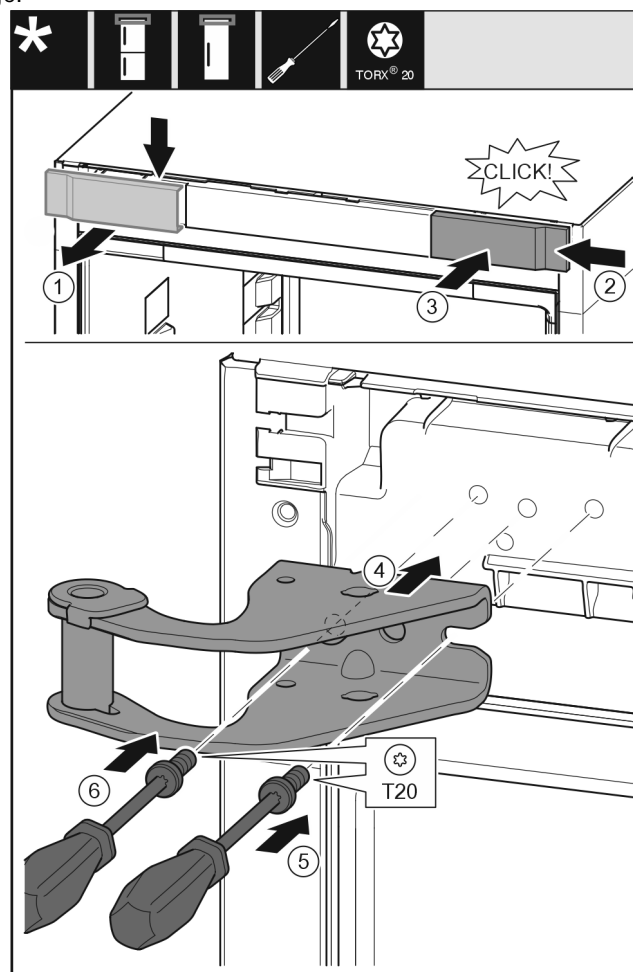

Fig. 31
- ▶ Nuimkite dengiamąją plokštelę iš viršaus į priekį. Fig. 31 (1)
- ▶ Dengiamąją plokštelę, pasukę 180°, užkabinkite kitoje pusėje iš dešinės. Fig. 31 (2)
- ▶ Užfiksuokite dengiamąją plokštelę. Fig. 31 (3)
- ▶ Uždėkite viršutinę atraminę gembę. Fig. 31 (4)
- ▶ Įkiškite varžtą atsuktuvu T20 ir tvirtai prisukite. Fig. 31 (5)
- ▶ Įstatykite varžtą atsuktuvu T20 ir tvirtai prisukite. Fig. 31 (6)